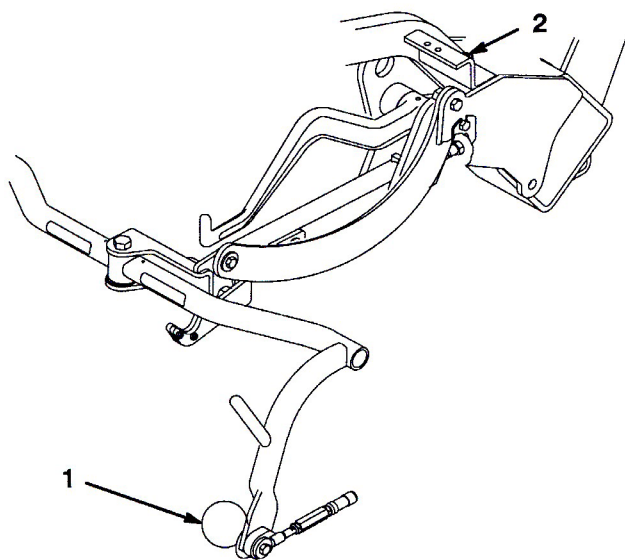

図10
3. 調整方法: キャリア・フレームのストップ・ネジ (図10) のジャムナットをゆるめ、ネジを上下させてキャリア・フレームの高さを変える。調整ができたらジャムナットを締める。